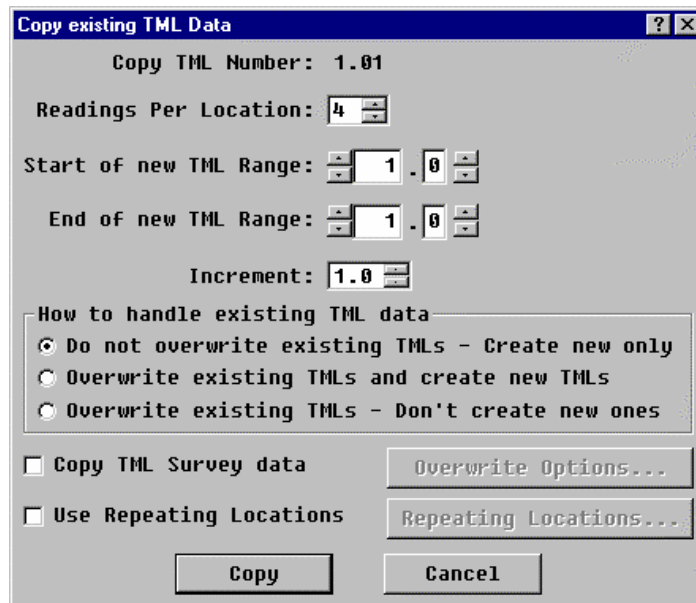
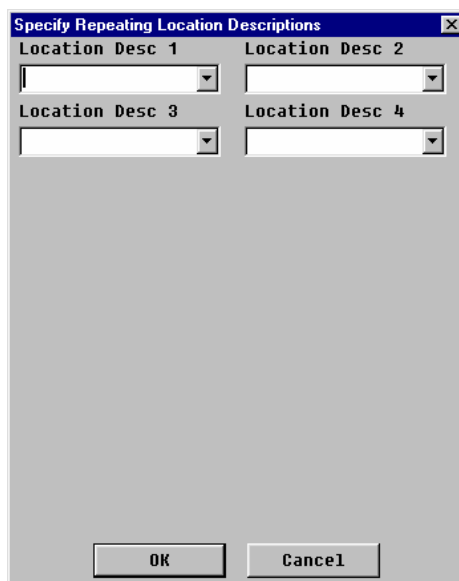

Figura 11.18. Ventana Copiar Espesor con Formato Numérico
Figura 11.19. Ventana Entrada de la Descripción en la Localidad
- Botón Copy...: Este botón permite que los Espesores Medidos sean duplicados. Toda la información que contiene el Espesor que va a ser duplicado será copiada. Si utiliza correctamente esta característica puede ahorrar tiempo cuando necesite introducir una gran cantidad de Espesores. Por ejemplo, puede crear el primer punto y a partir de este crear los que necesite para el Equipo/Circuito mediante el botón **Copiar**. Llenar esta ventana con toda la información que sea necesaria. Presione el botón **Copiar** para ejecutar la operación o el botón **Cancelar** para abortar la operación. La información que tenga que proporcionar para llevar a cabo la operación de copiado variara de acuerdo al Tipo de Espesor seleccionado. La Figura 11.18. muestra un ejemplo de la pantalla que se utilizara cuando se quiera hacer una copia de un Espesor Medido que tenga el formato numérico y la Figura 11.19. muestra un ejemplo de la pantalla copiar que se utilizara para un Espesor Medido que tenga el formato matriz.
- *Use Repeating Locations (Utilizar Localidades Repetidas)*: Esta opción le permite anexar nombres de descripción de una localidad a otra durante el proceso de copiado. Esta característica es útil cuando las localizaciones del Espesor están en el mismo lugar. Esta selección será deshabilitada a menos que el valor **Lecturas por Localidad** sea mayor que 1. Al poner una marca en el cuadro respectivo se activa el botón **“Localidades de Lectura...”**. Al hacer clic en este botón se desplegará la ventana mostrada en la Figura 11.19.